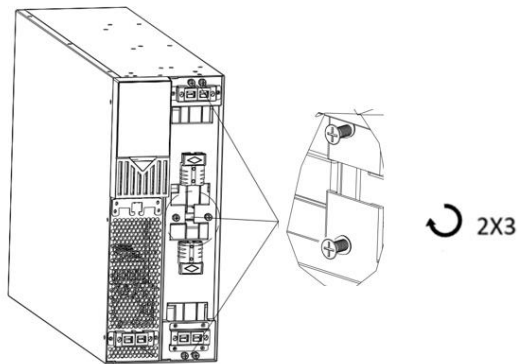

Figure 14
5. Remplacez le support de fixation de la batterie (FIG. 14)